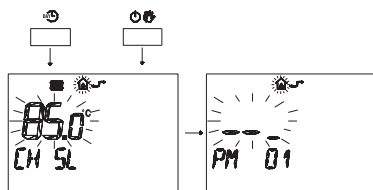

Figura 5.56 Remoto programmazione.
- 2 Premere contemporaneamente i pulsanti e per entrare nella programmazione trasparente (**Figura 5.56**)